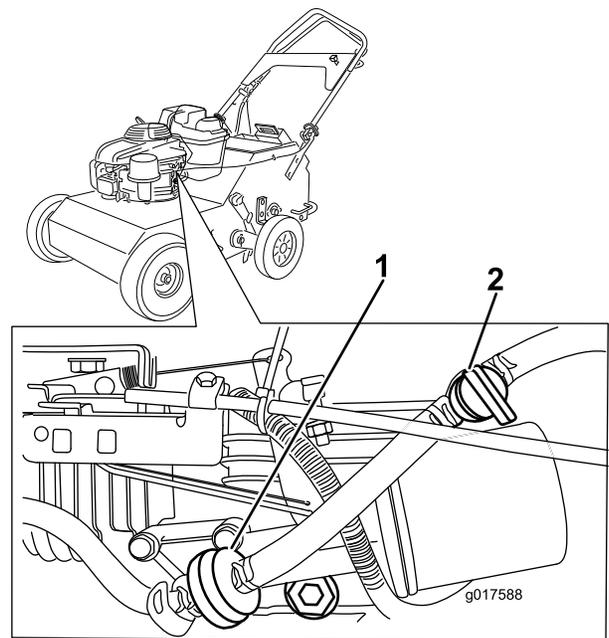

Figura 9
2. Abra la válvula de combustible girándola en línea con la manguera de combustible (Figura 9).
3. Mueva el control del acelerador completamente hacia adelante a la posición de ESTÁRTER (Figura 9).